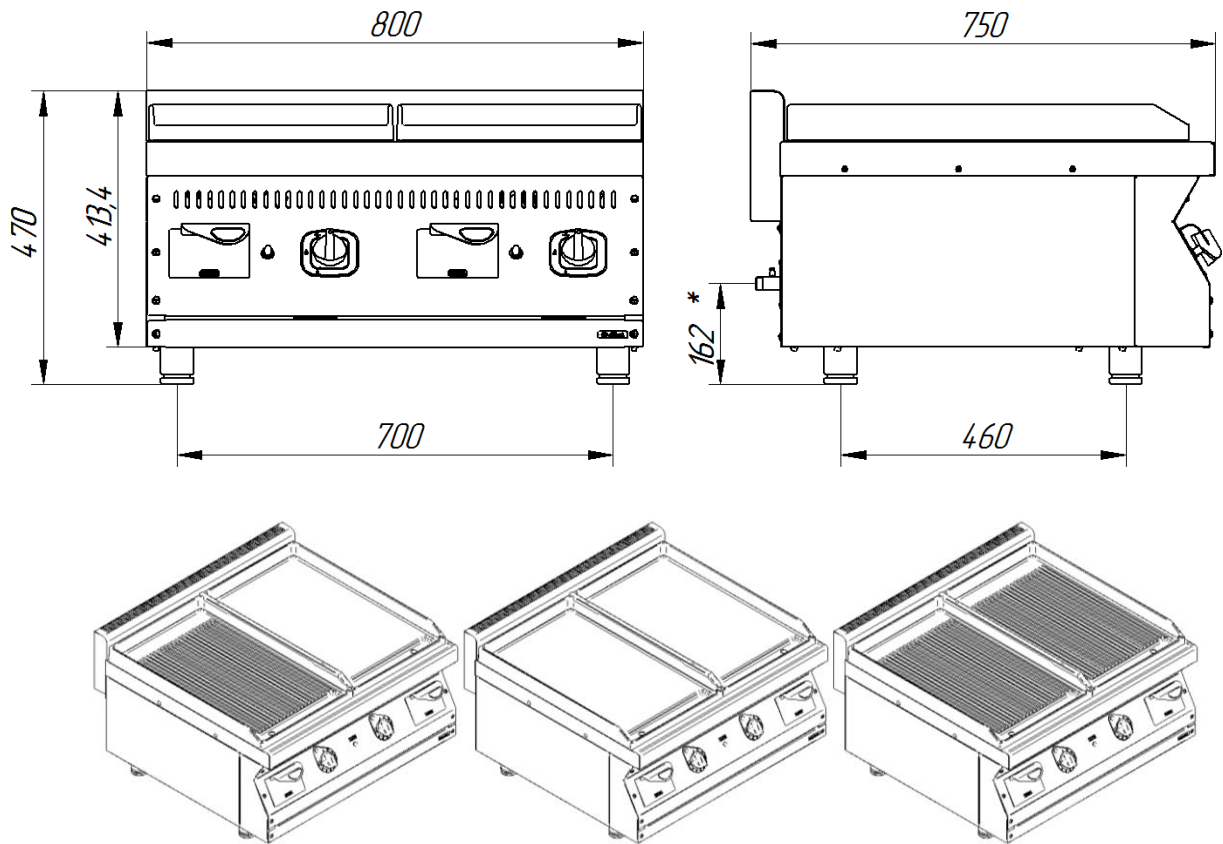
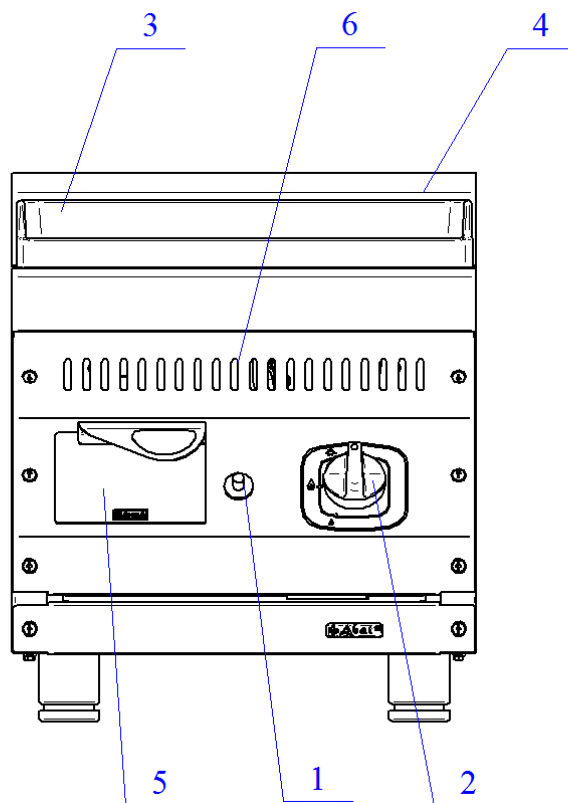

Рис. 2 - Общий вид ГАКО-80/2Н-Ч -00, ГАКО-80/2Н-Ч -01, ГАКО-80/2Н-Ч -02, где * - подвод газа
Рис. 1. Аппарат газовый
4.1. Устройство аппарата газового показано на рис.1.
Нажмите на ручку крана горелки и поверните ее против часовой стрелки, установив символ искры зажигания ★ напротив метки на панели управления (рис. 2а). Нажав до упора, одновременно произведите поджог газа при помощи пьезорозжига. Удерживайте ручку крана в течение не менее 15 секунд, после чего отпустите. После проведения вышеуказанных операций необходимо проконтролировать наличие горения газа, для чего необходимо посмотреть в смотровое окно б (рис.1), в котором можно наблюдать наличие пламени. Пламя должно быть устойчивым. Если пламя не горит, повторите операцию.
Для включения основной горелки поверните ручку от позиции символа искры зажигания против часовой стрелки к символу большого огня (рис. 2б). Для уменьшения пламени до минимума поверните ручку против часовой стрелки до символа малого огня (рис. 2в). Чтобы выключить основную горелку поверните ручку по часовой стрелке к позиции символа искры зажигания (рис. 2а). После этого будет гореть только запальная горелка (пилот).
Для полного выключения горелки поверните ручку по часовой стрелке до позиции «Выключено» (рис. 2г).
Рис.2а
Рис.2б
Рис.2в
Рис.2г